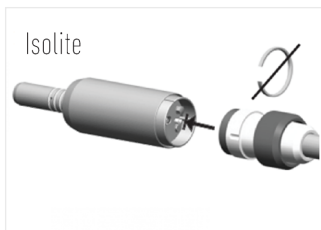

FIG. 3
2. Wypozyjonować silnik i jego wąż (bez pierścienia dostarczonego z węzami NR KAT. 1600120-001 i NR KAT. 1600315-001) w sposób przedstawiony na (RYS. 3). Obrócić go, aby znaleźć dokładną pozycję i wcisnąć w silnik.